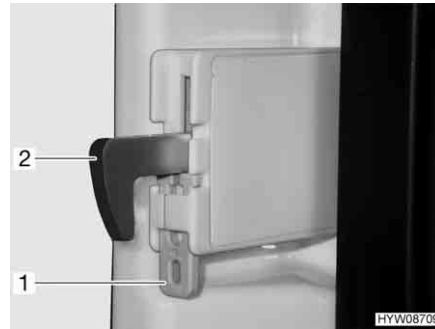

Fig. 222 Fijación del gancho de bloqueo
**Fijar el gancho de bloqueo:** ■ Presionar la fijación (Fig. 222,1) hacia arriba. El gancho de bloqueo (Fig. 222,2) se presiona hacia arriba y ya no estará funcionando.
**Soltar el gancho de bloqueo:** ■ Presionar el gancho de bloqueo (Fig. 222,2) hacia abajo. El gancho de bloqueo volverá a funcionar.